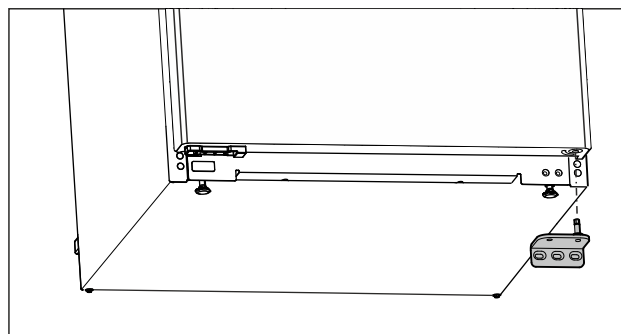

Fig. 15
- Võtke laagripukk allapoole maha. (vt. Fig. 15)